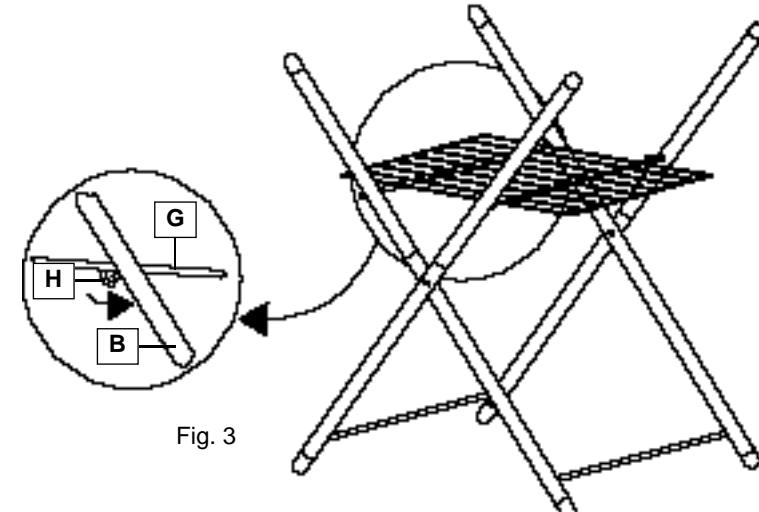

Fig. 3
4) Le chevalet est bloqué dans sa bonne position en refermant les crochets H de la grille G contre le barreau d'union du bras extérieur B (voir Fig. 3).